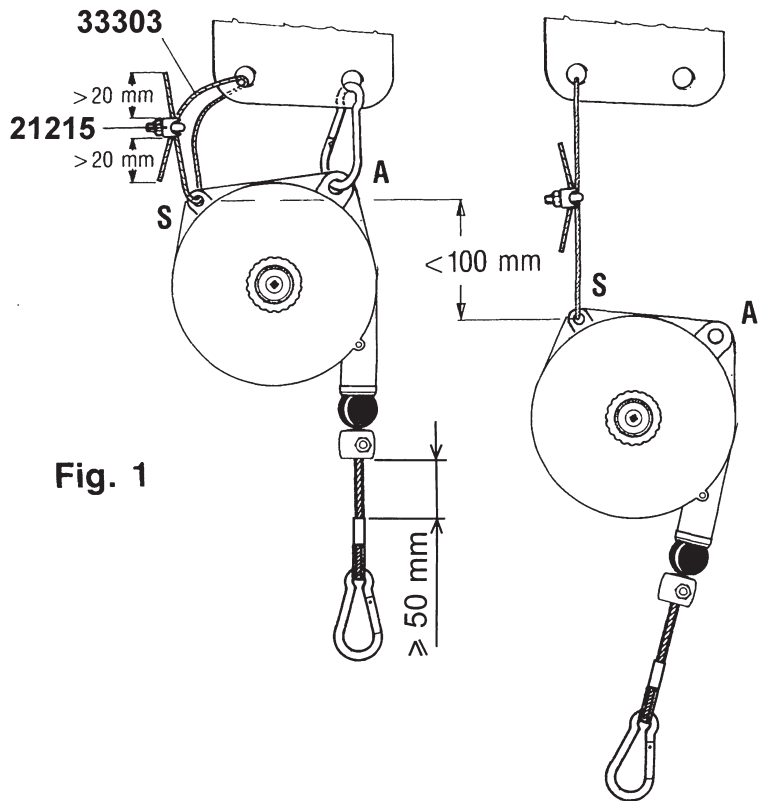

Fig. 1
- Verwenden Sie die **Öffnung A (Abb. 1)** für die Hauptaufhängung und die **Öffnung S (Abb. 1)** für die Sicherheitsaufhängung.
Verbinden Sie die Sicherheitsaufhängung S unter ausschließlicher Verwendung des mitgelieferten Zubehörs (Abb. 1) mit einer ausreichend bemessenen Halterung.
- Der Sicherheits-Support DARF NICHT derselbe wie der für die die Hauptaufhängung A (Abb. 1) verwendete sein.
- Drehen Sie die Muttern der Klemmen **21215 (Abb. 1)** mit einem Drehmoment von **2 Nm** fest.
- Der Federzug ist regelmäßig einer Sichtprüfung zu unterprüfen (zum Beispiel einmal pro Arbeitsschicht). Dabei ist insbesondere der Zustand der **Aufhängungen A und S (Abb. 1)**, der Befestigungsschrauben und der selbstsperrenden Systeme (falls verwendet) sowie die Beschaffenheit der Haken und des Seils zu kontrollieren.